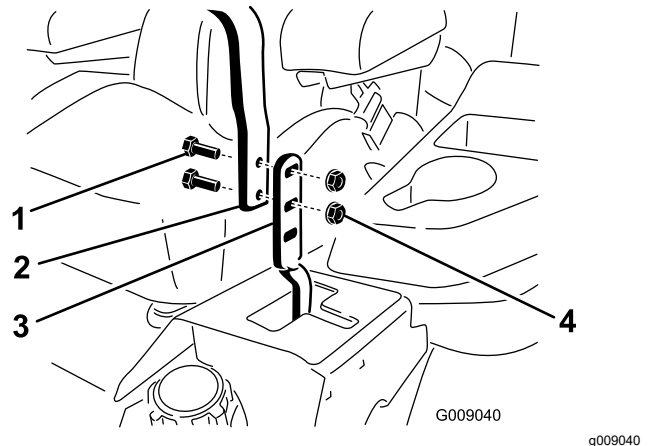

Figure 63
- Desserrez les boulons et les écrous à embase situés dans les leviers (Figure 63).